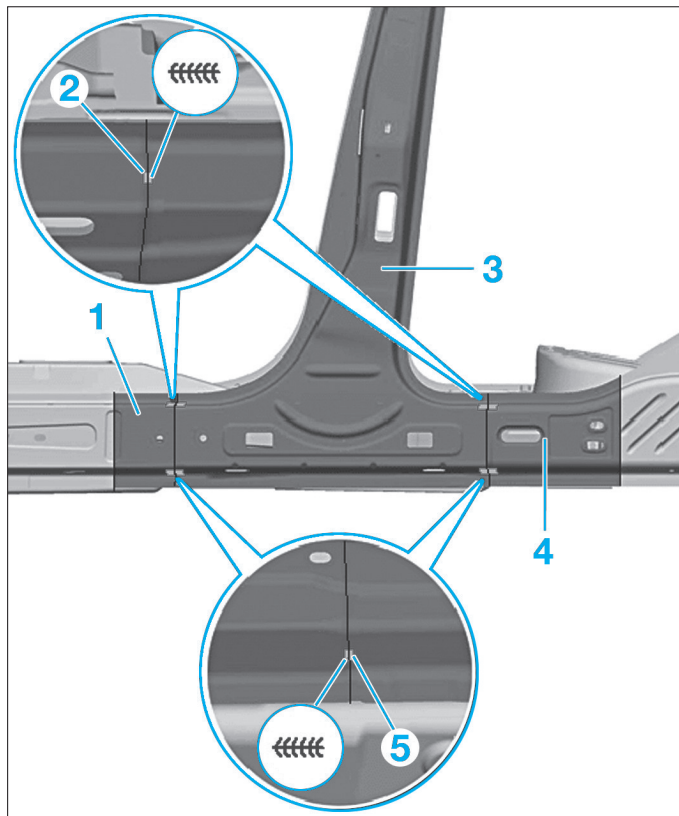
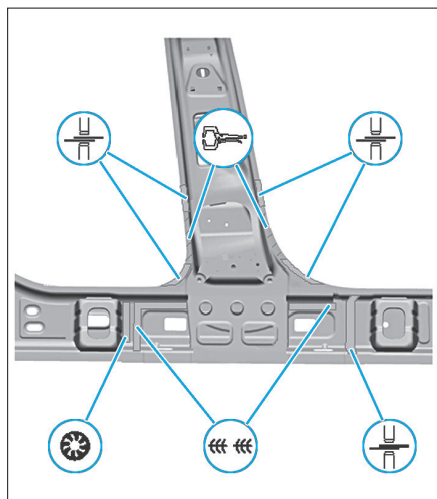

FIG. 83
FIG. 84
- Contrôler l'ajustement par rapport au montant B (Fig.83).
- Souder le renfort de bas de caisse avant (1) avec le renfort de montant B (3) par le haut (2) et par le bas (5) en cordon continu.
- Agraffer le renfort de bas de caisse arrière (4) avec le renfort de montant B (3) par le haut (2) et par le bas (5) en cordon continu.
- Dans les zones hachurées, pincer les tôles jusqu'à ce que la colle bicomposant pour carrosserie ait complètement durci (Fig.84).